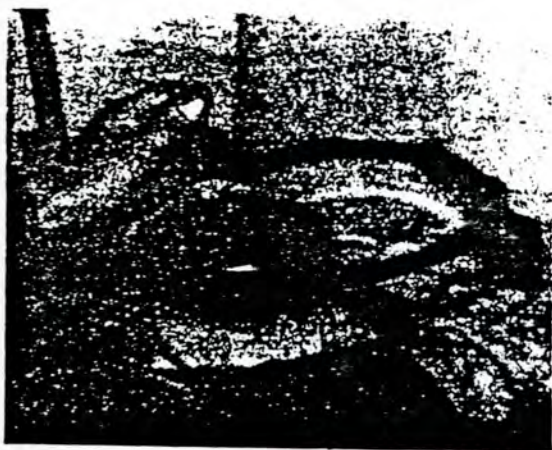

Fig. 5
- Schraube festziehen (Fig. 5).
- Tighten screw (Fig. 5).
- Serrer la vis (fig. 5).